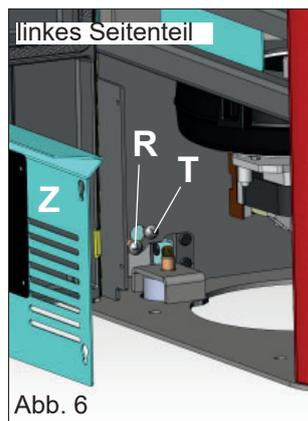

Abb. 6
Die vertikale Ausrichtung der Seitenwände aus Keramik (C) prüfen und eventuelle Anpassungen mit den Schrauben oberhalb des Oberteils (V - Abb. 5) und im Inneren des Ofens mit den Schrauben (R - Abb. 6/7) vornehmen.
Hinweis: Vor diesem Vorgang die verzinkte Platte (Z - Abb. 6/7) auf beiden Seiten entfernen und die Sicherungsschrauben (T - Abb. 6/7) lösen.